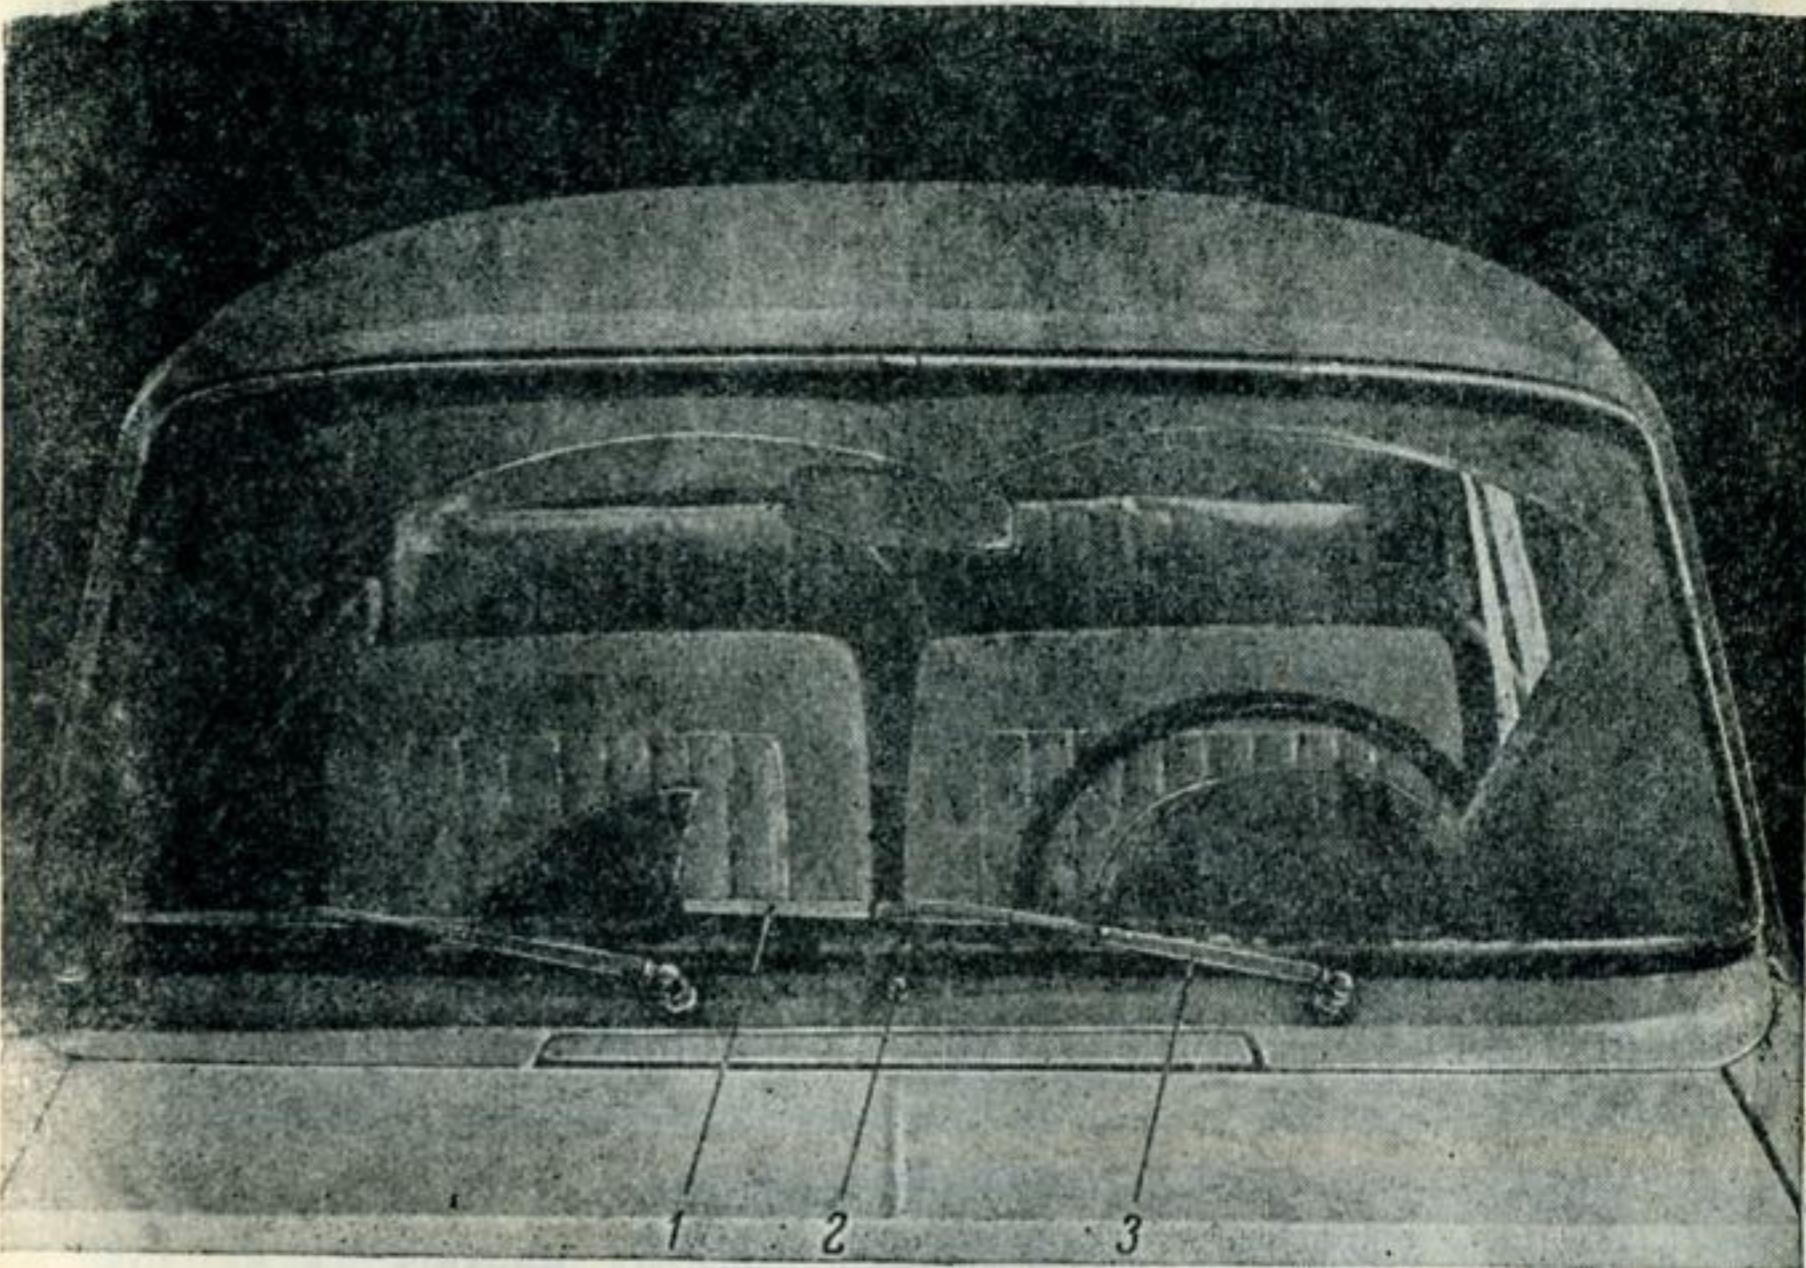

Рис. 12. Работа омывателя ветрового стекла:
4. Жиклера 2 (рис. 12) омывателя, закрепленного снаружи перед
- Для приведения омывателя в действие необходимо нажать на кнопку штока насоса до упора и быстро отпустить шток*. После того как будет отпущен шток, из отверстий жиклера начнут выпрыскиваться две струи воды. Одновременно для очистки стекла следует включить стеклоочиститель (см. рис. 12). Если после первого впрыска стекло не очистилось, необходимо вновь включить омыватель. Как правило, очистка ветрового стекла осуществляется за 1—2 нажатия штока насоса при условии, если щетки стеклоочистителя будут непрерывно работать и приборы системы омывателя заполнены водой. В случае, если омывателем давно не пользовались, необходимо предварительно, для заполнения системы, произвести 2—3 нажатия на кнопку штока насоса.
В случае, если струя воды не достигает стекла, производят регулировку ее направления. Для этого в отверстие шарика жиклера (см. рис. 12) вводят острый конец швейной иглы и поворачивают шарик до получения нужного направления струи. Следует помнить, что эту операцию надо выполнять очень осторожно, чтобы не поломать конец иглы и не засорить этим отверстие в шарике жиклера (диаметр отверстия в шарике — $0,6 \div 0,1$ мм).